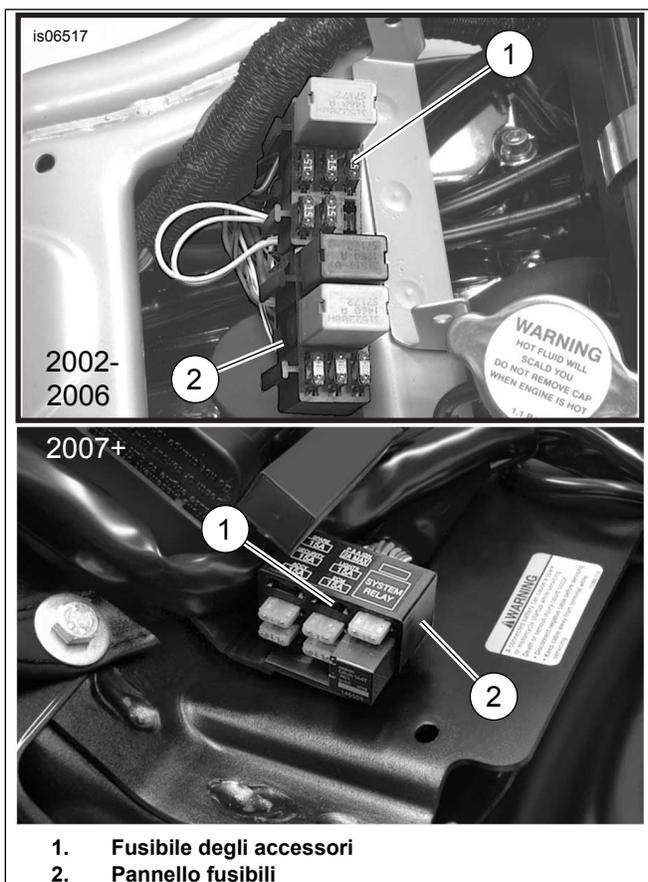

Figura 15. Ubicazione dei fusibili degli accessori (modelli V-Rod)
- Vedere Figura 15. Aprire, tagliando con cautela, un'area della guaina del cablaggio principale in un punto accessibile vicino al pannello fusibili (2) e tagliare il filo arancione/bianco del cablaggio principale che porta alla cavità dei fusibili (1) contrassegnata da: